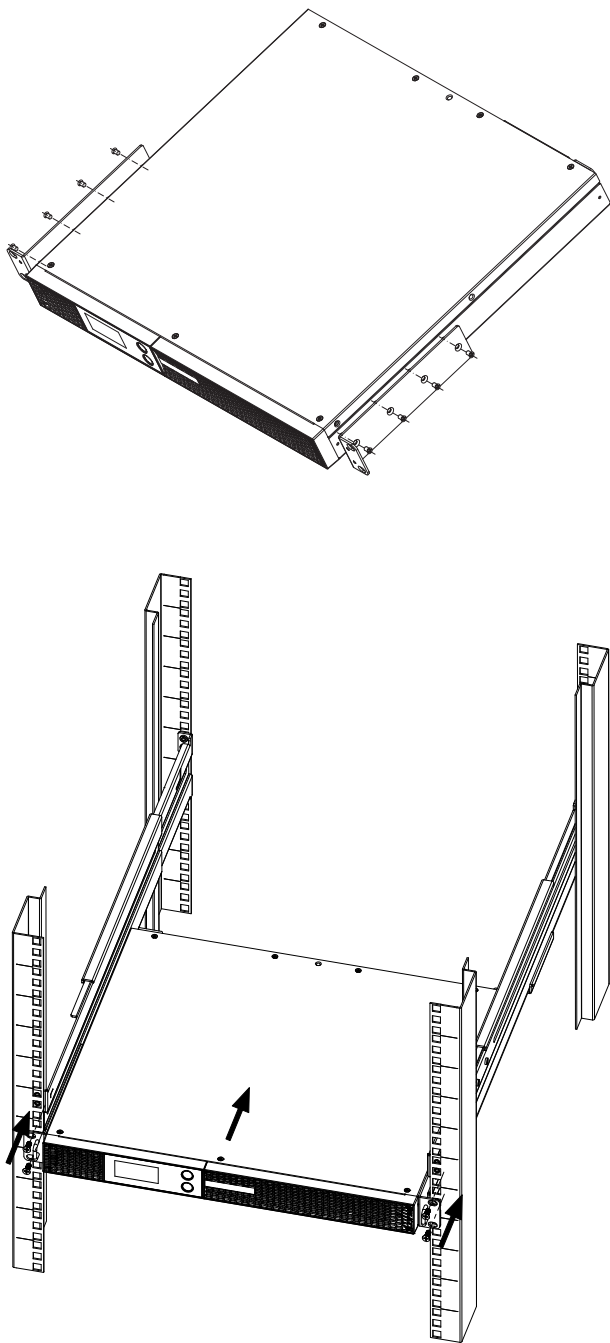

Fig. 7. Montaje SPS ADVANCE R en armario 19".
- Operar del siguiente modo (ver Fig. 7):